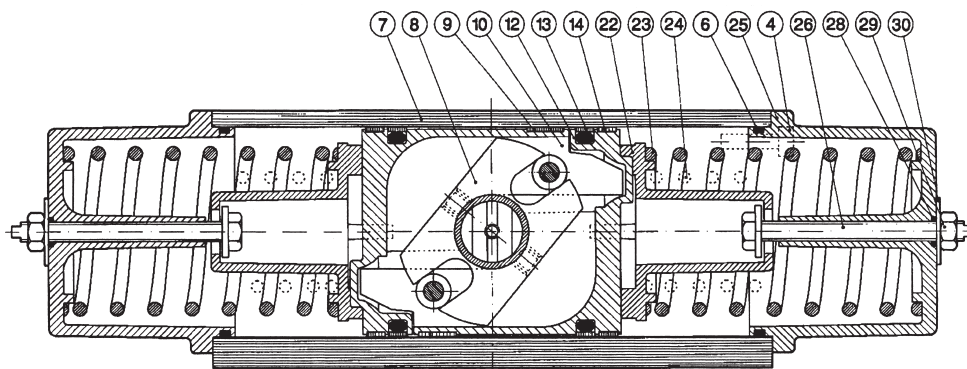

Fig. 3
Kolvarna är då i sitt yttersta läge och kan finjusteras $\pm 3^\circ$. SR-donen har kolvarna vridna 180° i förhållande till DA-donen enligt Fig 3. Detta ger en höjning av vridmomentet mot slutet av vridrörelsen trots att fjäderkraften avtar. Då kolvarna i ett
Monteras kolvarna i ett DA-don enligt Fig 3, kommer finjusteringen att ske vid "öppet" ventilläge. Manöverdonen kan på begäran förses med justering i båda ändlägena.
4. Montera kolvarna enligt Fig 3.